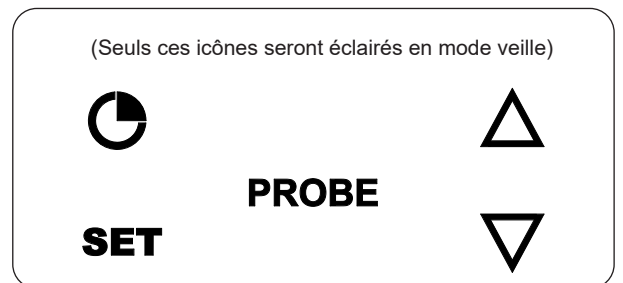

Fig. 34-3 Mode veille
**Appuyez sur l'interrupteur d'alimentation du thermomètre pour allumer:** Les commandes numériques s'allumeront, et le thermomètre/thermostat restera en mode veille jusqu'à son activation pour une utilisation. Si la sonde à viande est branchée, PROBE s'allumera également. Voir Fig. 34-3.